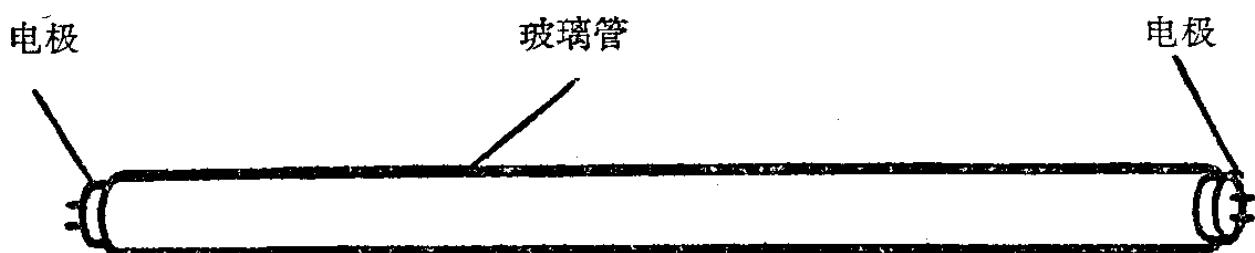

图 4-16
1. 灯管：日光灯灯管是一根长玻璃管，如图 4-16，在玻璃管两端有两个电极。电极是由一个鎢絲繞成的阴极与两根触須形的阳极两部分构成。璃玻管內涂有螢光物质的化学品，管子两端各包有銅头，管內沒有空气，充有少量的氩气和小滴水銀。当电极接上电后，由于氩气与水銀蒸气作用，产生电弧电流。电弧的作用是使管內涂的螢光物质吸收热量，放出大量的可見光来。灯光的顏色有好多种，最多的是青光和白光。灯管长度也有 60吋、48吋、36吋……等数种，可按需要選擇。